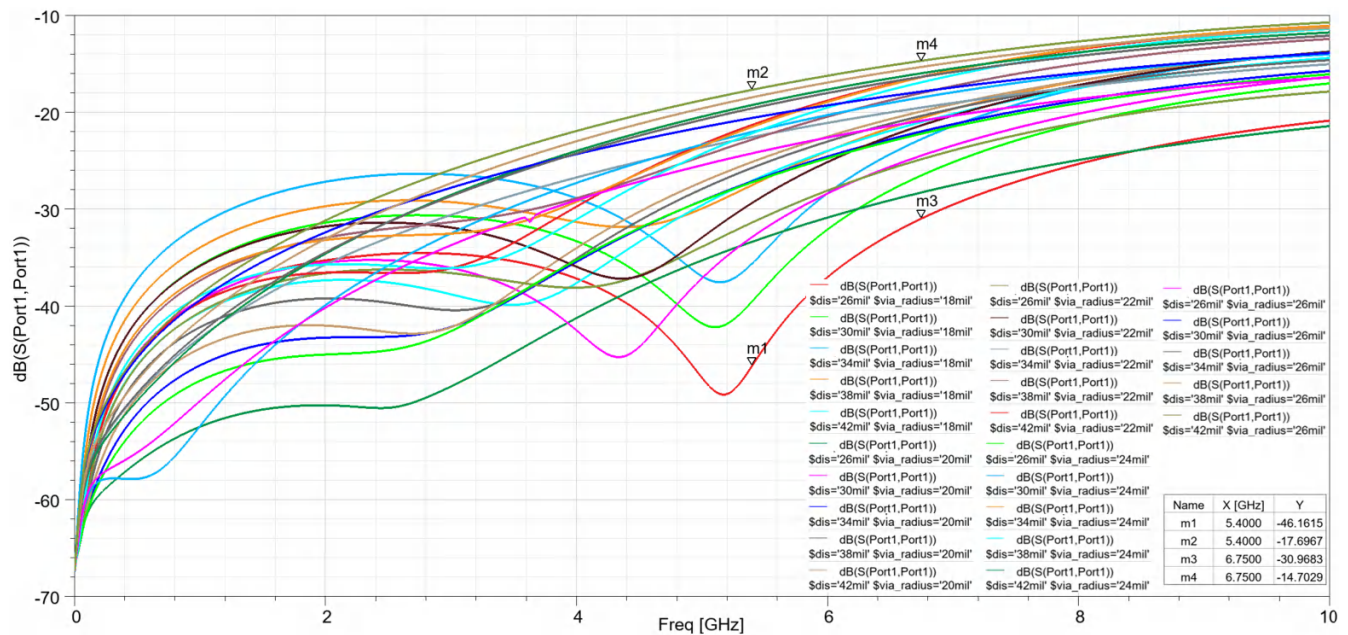

図 3-14. 反射損失 (S11)。異なるビア アンチパッド サイズとグラウンド ビア間隔
- 図 3-14 は、アンチパッド半径 (18~26 mil) とグラウンド ビア間隔 (26~42 mil) における反射損失 (S11) 性能を比較しています。